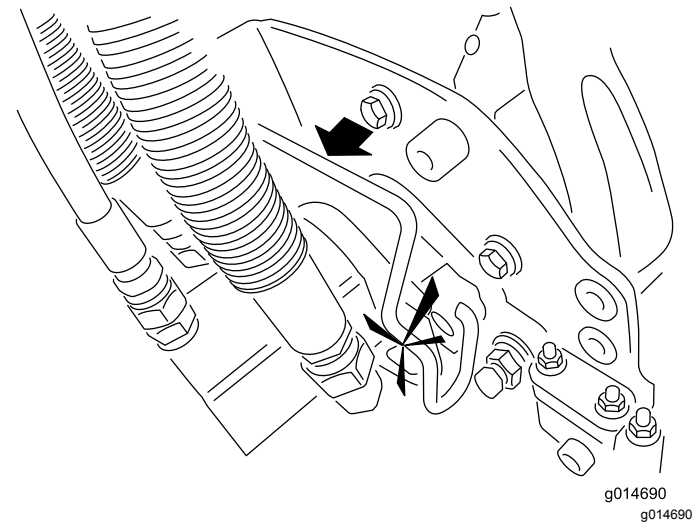

Bild 48
- Setzen Sie den Motor in die linke Seite der Schneideinheit (aus Sicht der Bedienerstellung) und ziehen die Motorbefestigungsstange an der Schneideinheit zum Motor, bis Sie einen deutlichen Klick von beiden Seiten des Motors hören (Bild 48).